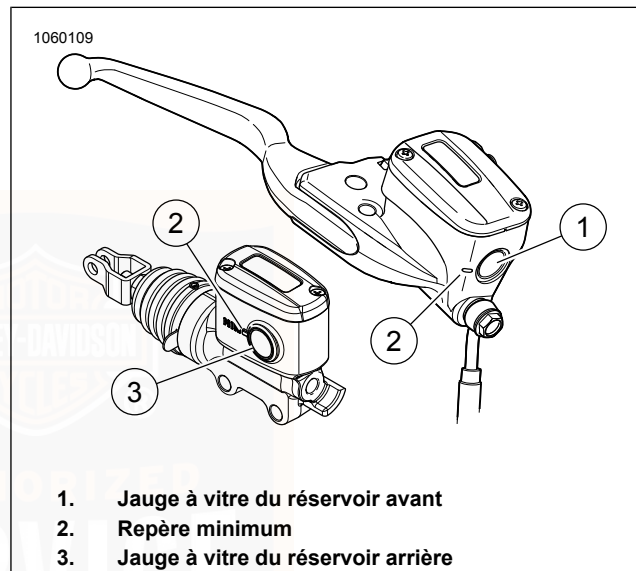

Figure 62. Réservoirs de liquide de frein
2. **Avant** : Voir Figure 62. Vérifier le niveau dans la jauge à vitre du réservoir avant. Le niveau doit être au-dessus du repère minimum sur le côté du réservoir.
3. **Arrière** : Voir Figure 62. Vérifier le niveau du liquide sur le côté du réservoir de liquide de frein arrière. Le niveau doit être au-dessus du repère minimum sur le côté du réservoir.